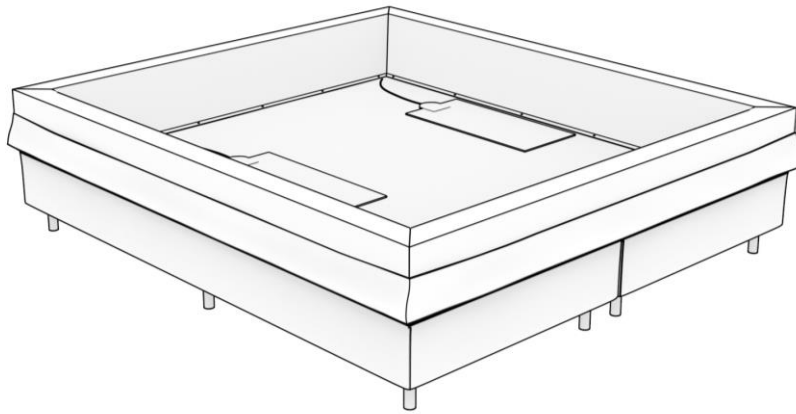

Abbildung 8: Auflegen des Schaumrandes.
Schritt 8. Positionieren Sie den Schaumrand wie in Abbildung 8 angegeben auf dem Bezug und geradlinig mit dem unteren Teil des Bettbodens.